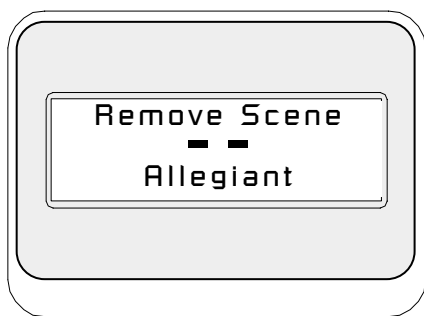

Fig. B-6
- ⑪ **Controllo posizioni preset:** Questo comando è specifico per le telecamere G3 AutoDome. Premendo questo tasto si visualizza un display telecamera su schermo.
- ⑫ **Elimina posizione da tour:** Premendo il tasto Cancella posizione, il display di stato cambia nel modo illustrato in Figura B-6.
- ⑬ **Non usato**
- ⑭ **Aux Off:** Premere questo tasto softkey per inserire il numero di una funzione ausiliaria. Il display softkey visualizza un breve messaggio e il display di stato visualizza una casella per l'inserimento del numero. Vedere la sezione sul comando dell'unità specifica per le istruzioni su come accedere al menu delle funzioni telecamera.